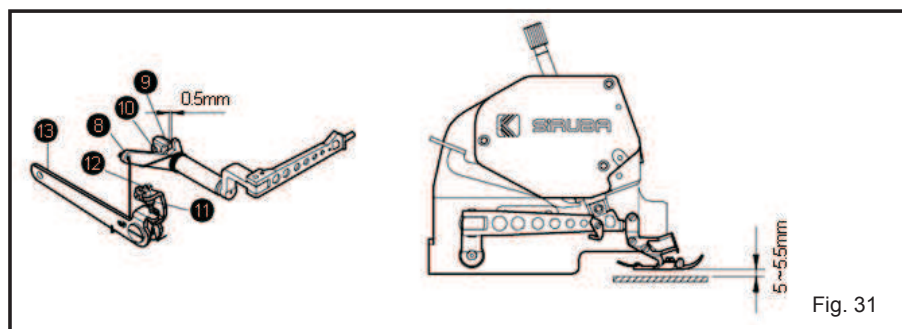

Fig. 31
- (1) Gire a polia para movimentar o arrastador para baixo até que o mesmo esteja sob a placa da agulha, bem como a parte inferior do calcador toque a placa da agulha de modo plano.
- (2) Solte a porca ⑩ e pressione a barra de tração ⑪, a fim de aumentar o calcador da placa da agulha em cerca de 5,0 ~ 5,5 milímetros. Em seguida, ajuste o parafuso ⑫ e aperte a porca ⑩.
- (3) Deve haver uma folga de 0,5 mm entre o tirante ⑧ e do suporte fixo ⑨, que possa ser ajustada, afrouxando ligeiramente o parafuso ⑬ ligeiramente.
- (4) Depois de todos os ajuste acima, aperte o parafuso ⑭. (Fig. 31)